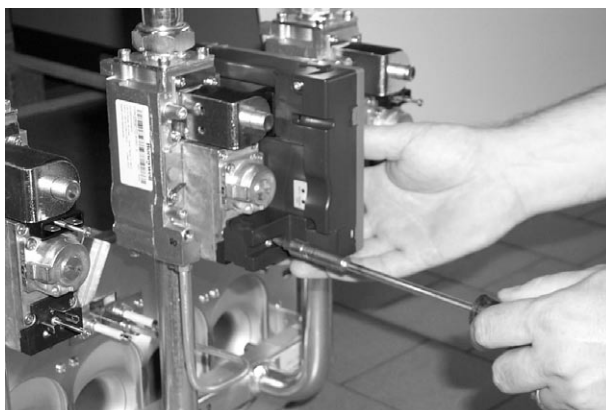

Рис. 17
- Отвинтить два винта, удерживающие электронный блок контроля пламени на газовом клапане (рис. 17) и снять блок (рис. 18).